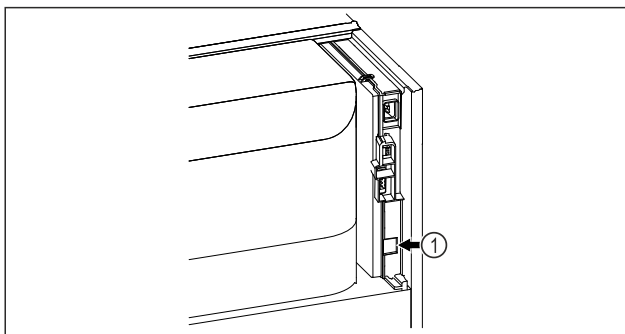

Fig. 131
- ❑ SmartModule Fig. 131 (1) ist eingesetzt.